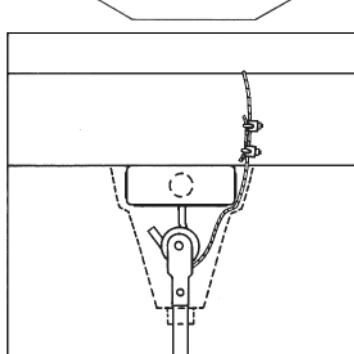

Figure 3
9. Ce ventilateur est équipé d'un câble de soutien de secours nécessaire. Il peut être fixé à la structure de poutre et accroché solidement d'une façon telle qu'il puisse supporter le poids du ventilateur dans l'éventualité où le crochet de fixation ou une autre partie casse. Après avoir enroulé le câble autour d'une partie de structure pouvant supporter 137 kg, fixez ce câble avec les serre-câbles fournis comme illustré en Figure 3 (REMARQUE : Tout matériel additionnel nécessaire pour des installations spécifiques peut être acheté chez votre distributeur local).
**IMPORTANTE PRÉCAUTION : Le câble de sécurité ne doit pas être placé entre le cylindre en caoutchouc et le crochet, mais plutôt comme illustré en Figure 3.**
10. Quand vous suspendez le ventilateur sur le crochet en J fourni par l'usine, assurez-vous que le câble en haut de la tige est positionné derrière le crochet en J comme illustré en Figure 3.